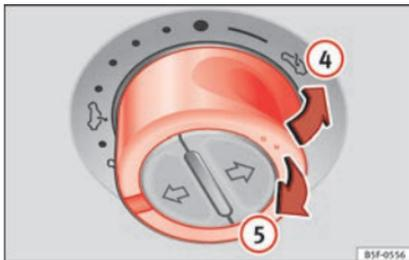

Abb. 14
- Ausstellen: Drücken Sie den Schalter auf die Position » Abb. 14 ④. Zum Einstellen einer Zwischenposition betätigen Sie den Schalter bis die gewünschte Position erreicht ist.
- Schließen: Ziehen Sie den Schalter auf die Position » Abb. 14 ⑤. Zum Einstellen einer Zwischenposition betätigen Sie den Schalter bis die gewünschte Position erreicht ist.